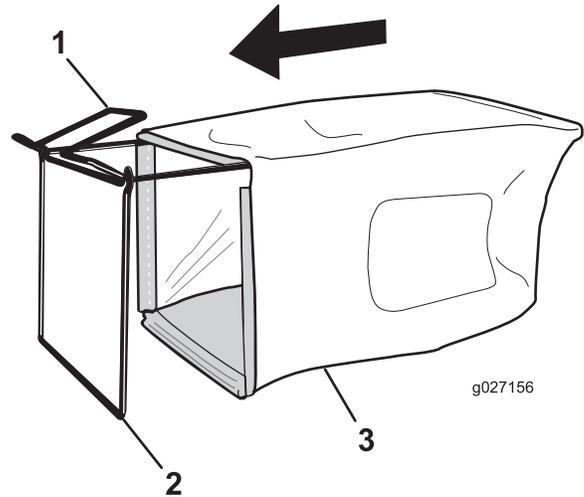

Figura 12
1. Infilate il cesto di raccolta sopra il telaio come illustrato in Figura 12.
Nota: Non infilate il cesto sopra la stegola (Figura 12).